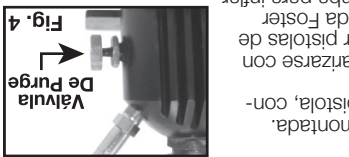

Fig. 4
- Asegúrese de que la válvula de purga de la bomba manual se encuentre cerrada (ajústela girándola en sentido horario) (Fig. 4).